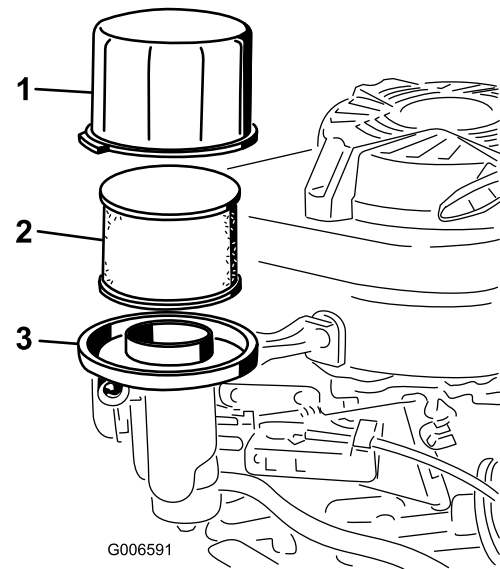

Figura 25
3. Retire la tapa y límpiela a fondo (Figura 25).
4. Retire el prefiltro de gomaespuma del filtro de papel (Figura 25) y sustituya el filtro de papel si está excesivamente sucio.